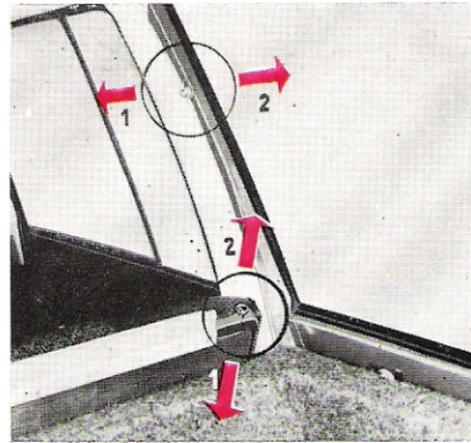

Bild 9
Zur zugfreien Entlüftung des Fahrgastraumes entweicht die verbrauchte Luft durch zwei seitliche Entlüftungsschlitze in den hinteren Dachholmen, die außen durch zwei Ventilationsblenden abgedeckt sind. Beim Tourist kann der Luftdurchsatz durch eine Klappe reguliert werden. Die Klappe wird geöffnet durch Ziehen der am Dachholmen angebrachten Ringfeder nach hinten (2). Durch Druck auf die Feder wird sie geschlossen (1) (Bild 9).
Die Knöpfe links und rechts an der Rückenlehne dienen der Arretierung derselben (Bild 9) – (1) arretiert, (2) gelöst.